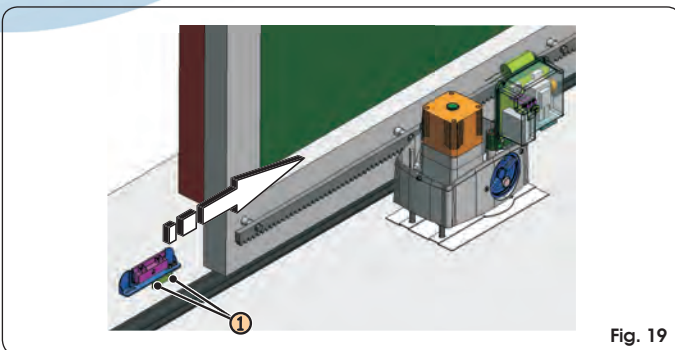

Fig. 19
- ② Zet de aandrijving op handmatige bediening zoals aangegeven in hoofdstuk 8, en schakel de voeding naar het systeem in.
- ③ Zet de poort met de hand open tot 4 cm van de mechanische eindaanslag.
- ④ Schuif de magneet die het dichtst bij de aandrijving zit over de tandheugel richting de motor, zie figuur 19. Schuif, zodra de led van de eindschakelaar op de kaart dooft, de magneet nog 10 mm verder en zet hem vast met de speciale schroeven (Fig. 19 ref. ①).